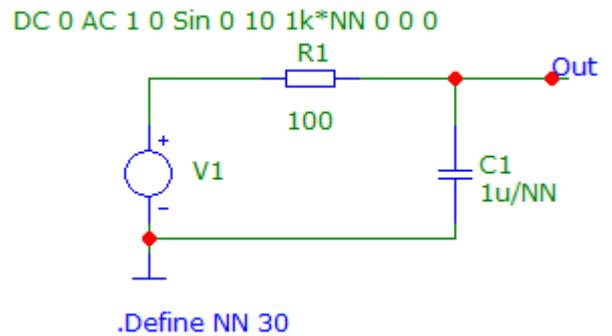

Рис. 7.7 - Схема для сравнения спектров прямоугольного и сглаженного сигналов
10. Построить схему (Рис. 7.7) для исследования спектра периодических сигналов (добавить в предыдущую схему интегрирующую RC-цепь).